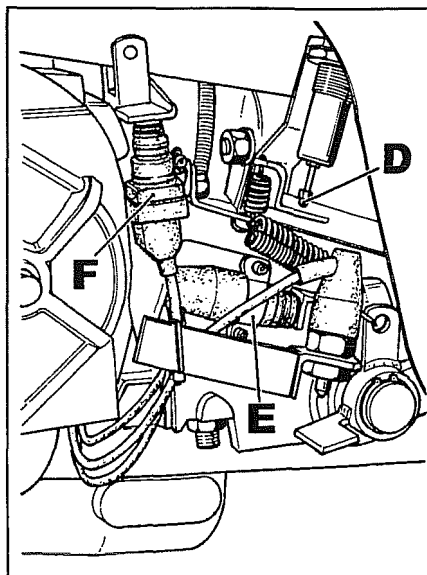
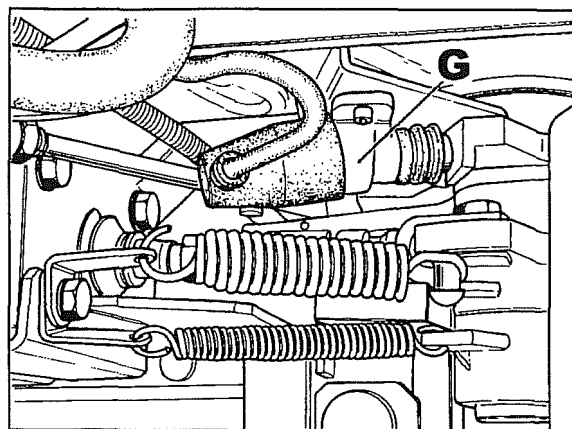

Fig. 5
Fig. 6
- 6.2 Controlar que no se presenten cuerpos extraños (tierra u otros) bajo los interruptores E-F fig. 5, respectivamente de la parada y del freno de estacionamiento y bajo el interruptor G fig. 6 de la conexión doble tracción.
- 6.3 (para versión max) Efectuar el mismo tipo de control bajo la clavija D fig. 5 del sensor, que sustituye el interruptor G de fig. 6.
Controlar también la exacta regulación del interruptor conexión doble tracción **G** fig. 6, del siguiente modo:
Accionar los pedales freno acoplados y simultáneamente controlar el encendido de las luces de parada mediante el interruptor **E** fig. 5.
Continuar la acción frenante y controlar que el sistema de levas que acciona la clavija del interruptor **G** fig. 6, alejándose efectúe una carrera de 4-5 mm antes de llegar a la máxima extensión de la clavija, hasta separarse de 1-2 mm finalizada la acción frenante.
- 9 (Para versión max) Controlar la exacta regulación de la clavija **D** fig. 5 del sensor freno operar del siguiente modo:
- 9.1 Accionar los pedales freno acoplados y simultáneamente controlar el encendido de las luces de parada mediante el interruptor **E** fig. 5.